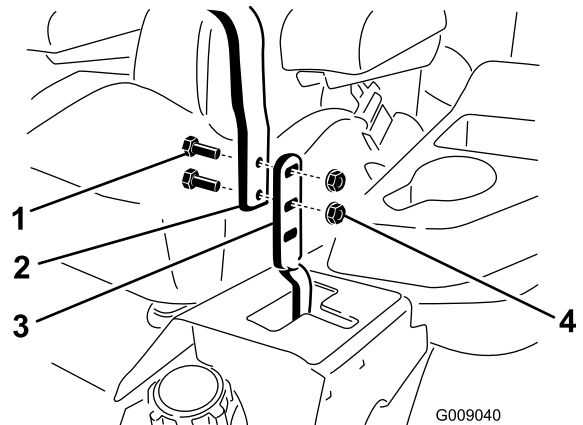

Figura 62
3. Afloje los pernos y las tuercas con arandela prensada de las palancas (**Figura 62**).